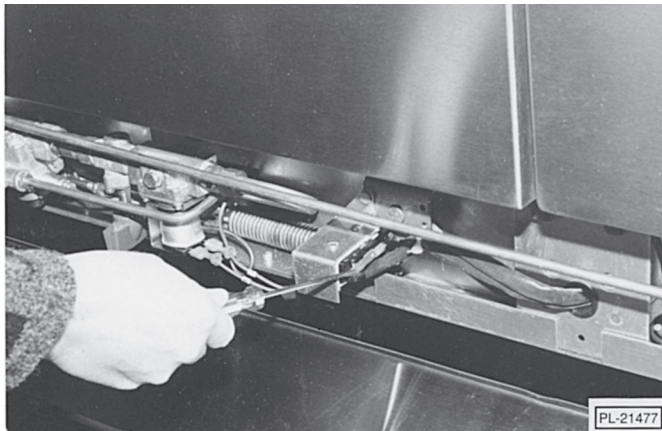

Fig. 47
2. Locate door micro switch (Fig. 47).